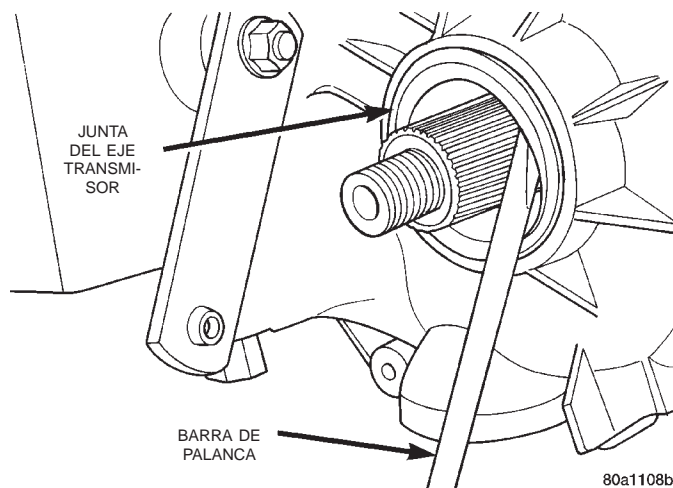

Fig. 6 Desmontaje de la junta del eje transmisor delantero
(7) Tome nota de los números de índice del cuerpo del adaptador (Fig. 6). Estos números corresponderán al número de dientes en el piñón.
(8) Instale el conjunto del velocímetro en la cubierta.
(9) Haga girar el adaptador hasta que los números de rango requeridos se encuentren en la posición de las 6 horas. Asegúrese de que los números de índice correspondan con el número de dientes del engranaje del piñón.
(10) Instale la abrazadera del adaptador del velocímetro y el tornillo de retención. Apriete el tornillo de la abrazadera con una torsión de 10-12 N·m (90-110 lbs. pulg.).
(11) Conecte los cables al sensor de velocidad del vehículo.
(12) Baje el vehículo y complete el nivel de líquido de la transmisión, si fuese necesario.
- (1) Eleve el vehículo.
- (2) Retire el eje propulsor delantero. Para informarse sobre el procedimiento apropiado, consulte el grupo 3, Diferencial y sistema de transmisión.
- (3) Retire el estribo del eje transmisor delantero.
- (4) Retire la junta de la caja delantera con una herramienta de palanca (Fig. 6).